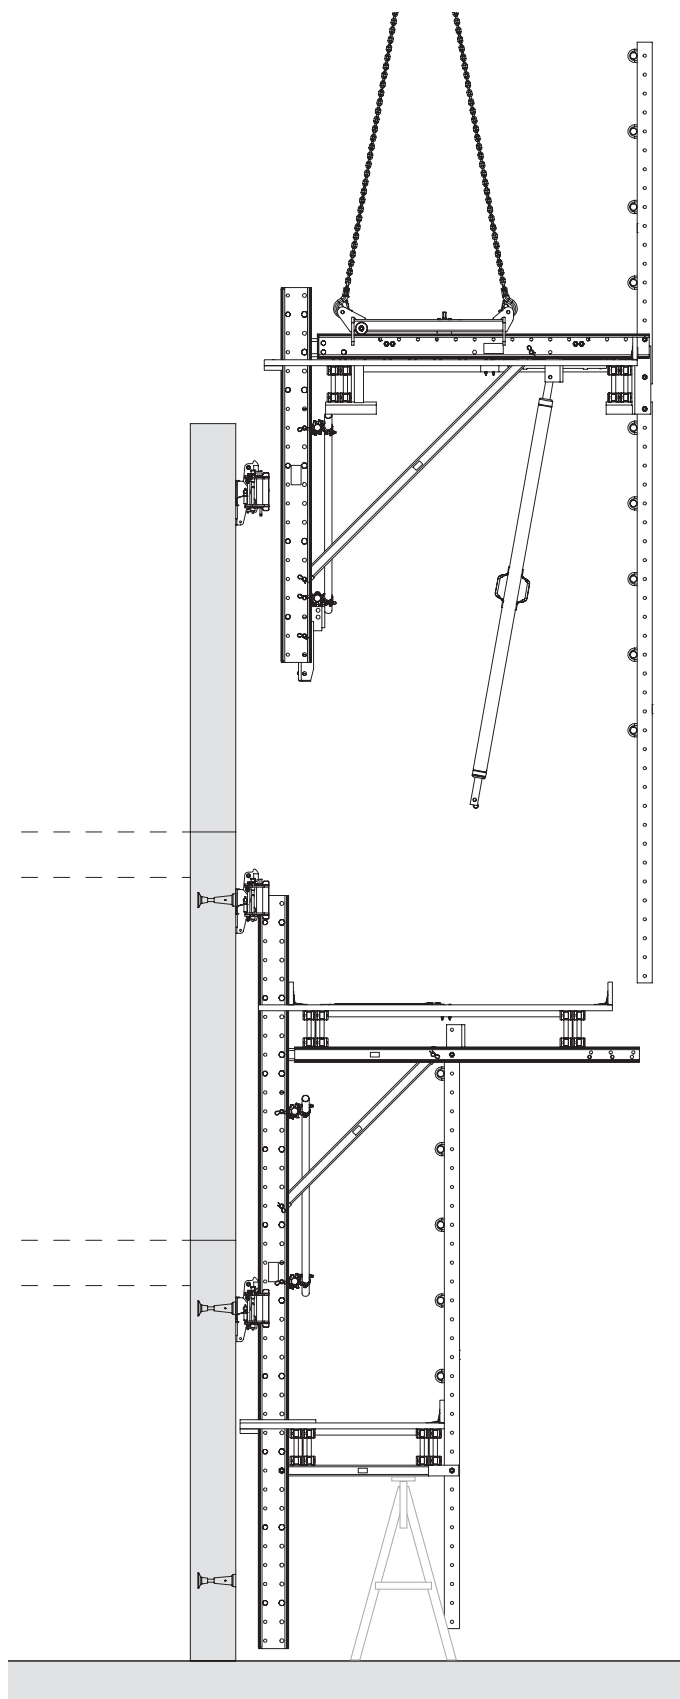

Fig. C4.17
1. Trasportare l'unità mensola sull'unità piattaforma finale pre-assemblata. (Fig. C4.17)